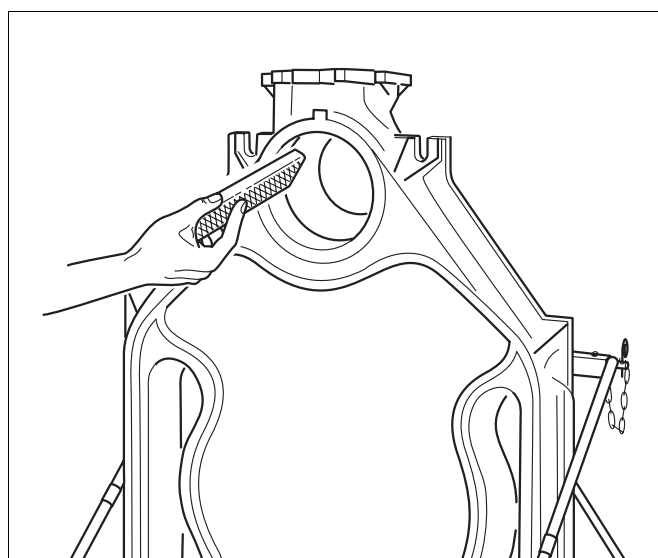

Fig. 12 Debavurare prin pilire
- Se îndepărtează prin pilire eventualele bavuri de pe alezajele de niplu (fig. 12).
- Se pilește eventuala bavură de pe alezaj (conform fig. 12, pagina 19).